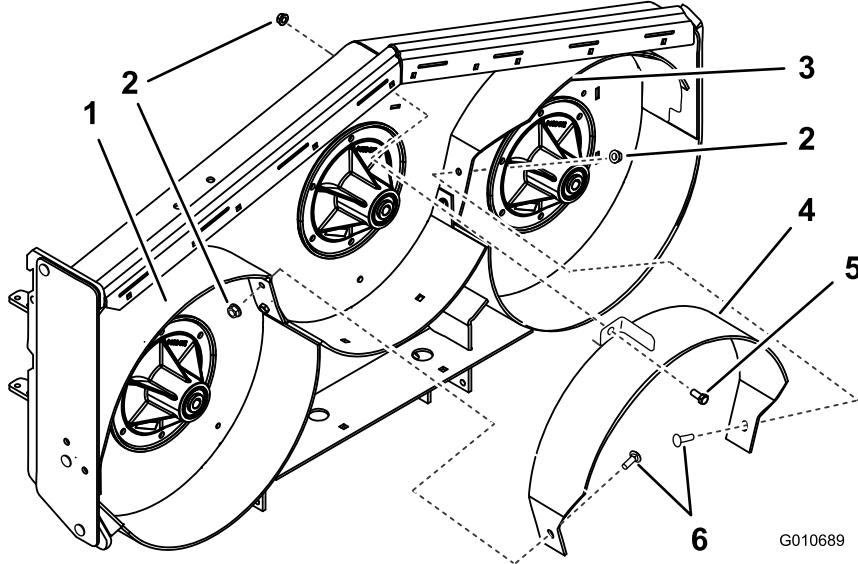

Figura 11
(3/8 x 1 pulgada) y una tuerca con arandela prensada (arandela pequeña), (3/8 pulgada) (Figura 11).
11. Instale provisionalmente el deflector central en la parte superior de la plataforma de corte con 1 perno (3/8 x 1 pulgada) y una tuerca con arandela prensada (arandela pequeña), (3/8 pulgada) (Figura 11).
1. Apriete todos los pernos y las tuercas de los deflectores (Figura 8, Figura 9, Figura 10 y Figura 11).